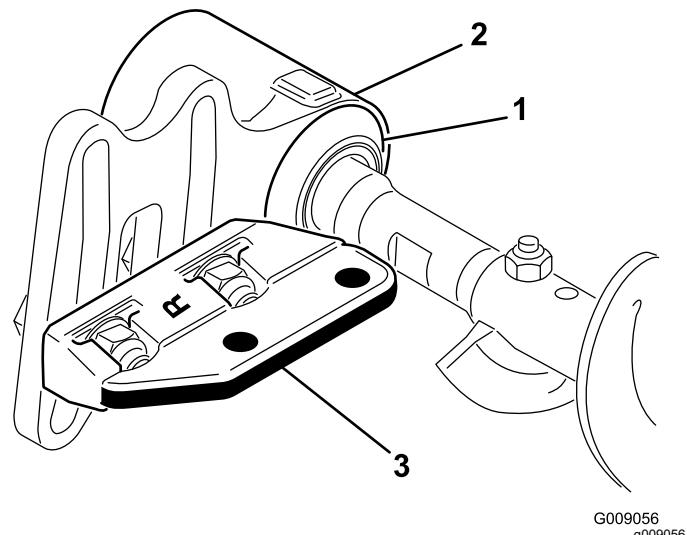

図 26
11. 各エクスクラーダシールを外側にずらし、シールのリップがそれぞれのベアリングハウジングに軽く接触するようにする図 26。